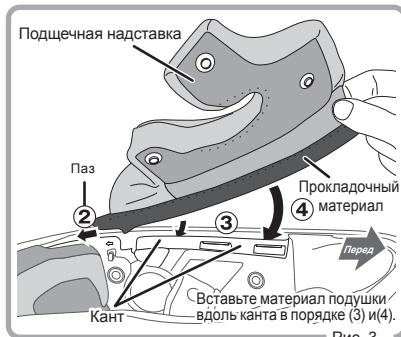

Рис. 3
2. Вставьте в паз край прокладочного материала с задней стороны подщечной накладки. (Отверните резиновую отделку, чтобы найти паз.) (Рис. 3)
- 3-4. Вставьте прокладочный материал вдоль канта. (Рис. 3)